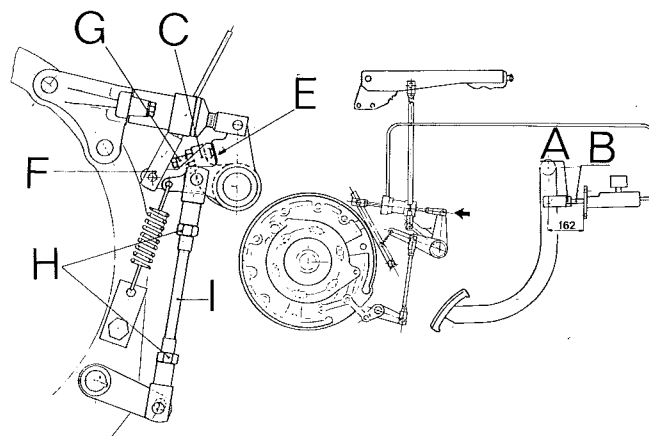

Fig. 177 - Ensemble des commandes à transmission hydraulique pour tracteur **BUFFALO 130**.
- Pousser le vérin dans le sens indiqué par la flèche (voir fig. 177).